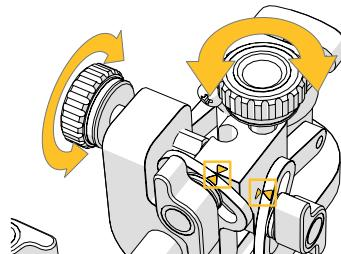

Figura 3: Ajustar a roda apara alinhamento da seta.
4. Ajuste os dispositivos de ajuste rotativos para que as setas assinaladas na figura 3 coincidam. A posição nominal do braço é alcançada alinhando as cabeças em forma de seta.